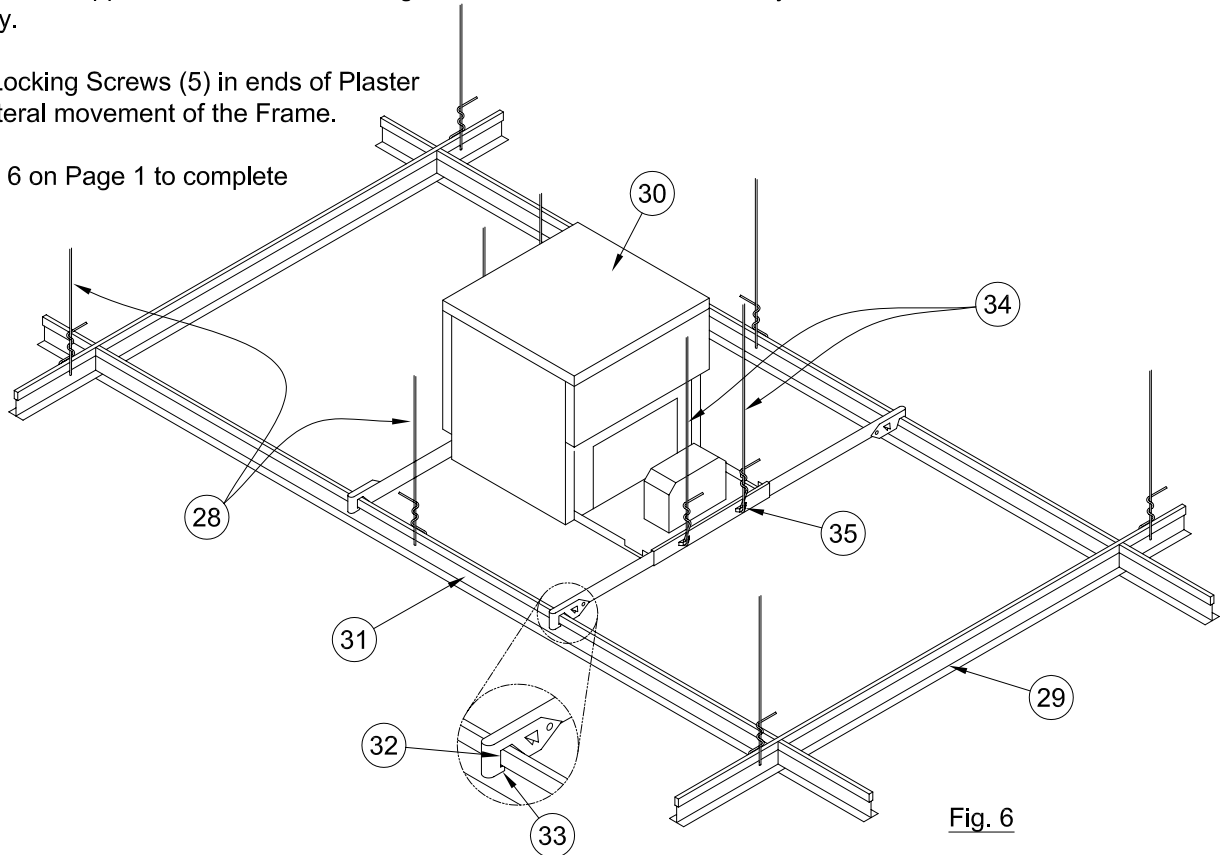
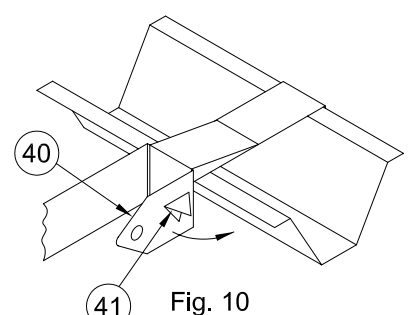

Fig. 6
Fig. 10
3. Once all Brackets are in place bend Hanger Bar End (40) around to secure Brackets to the Channels as shown in Figure 10. **NOTE:** Nailer Tab (41) should lodge under edge of Furring Channel.
4. Tighten bar hanger Locking Screws (5) in ends of Plaster Frame (2) to prevent lateral movement of the Frame.
5. Install two No. 12 SWG Galv. Steel Hanger Wires (34) secured to each end of Luminaire (30) plaster frame at Lanced Openings (35) in hanger bar support channels. Steel Hanger Wires to be installed vertically and secured to structural members of floor or roof assembly. (See Fig. 6)
3. Cuando todos los soportes estén en lugar, doble las extremidades de la barra de suspensión (40) para sujetar los soportes a los rieles como se muestra en la Fig. 10. **NOTA:** La lengüeta en forma de clavo (41) se debe colocar debajo del borde del travesaño.
4. Ajuste los tornillos de seguridad de la barra de suspensión (5) en las extremidades del armazón enyesado (2) para evitar algún movimiento lateral del armazón.
5. Instale dos alambres de suspensión de acero galvanizado no. 12 SWG (34) a cada extremidad del armazón enyesado del aparato de luz (30) en las ranuras (35) de los rieles de la barra de suspensión de soporte. Los alambres de suspensión de acero deben ser instalados verticalmente y sujetos a la estructura del piso o del techo. (Vea Fig. 6).
3. Quand tous les supports sont installés, appuyez sur l'extrémité de la barre de suspension (40) pour fixer les supports aux rails conformément à Fig. 10. **REMARQUE:** La languette à clouer (41) doit rester au-dessous du bord de la lambourde.
4. Serrez les écrous de blocage des barres de suspension (5) aux bouts du cadre en plâtre (2) pour empêcher quelque mouvement latéral du cadre.
5. Installez deux fils suspension en acier galvanisé no. 12 SWG (34) fixés à chaque bout du cadre en plâtre du dispositif d'éclairage (30) et dans les rainures (35) des rails des barres de suspension de support. Les fils suspension en acier doivent être installés verticalement et fixés à la construction solide du plancher ou du toit. (Voir Fig. 6).